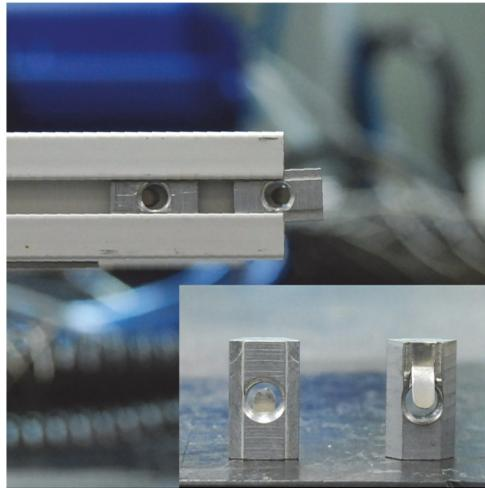

Рис. 2-29 Т-образные гайки используются для крепления разных комплектующих к кронштейнам
5. Извлеките Т-образные гайки из предыдущего кронштейна и вставьте их в новый кронштейн. Для каждой ручки требуется две Т-образные гайки, для каждой линейки — 2 и для каждого кронштейна — 1 для крепления боковой рамы (Рис. 2-29 на стр. 68).